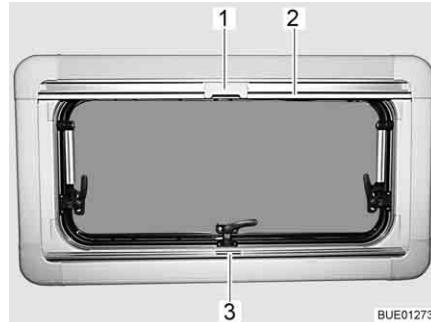

Fig. 110 Fenêtre projetante
- Saisir le dispositif occultant plissé par le centre de la barre-poignée (Fig. 110,3), le tirer du bas vers le haut et le relâcher à la hauteur voulue. Le dispositif occultant plissé reste alors à cette hauteur.
- Tirer la moustiquaire par la barre-poignée (Fig. 110,2) vers le bas jusqu'à ce qu'elle entre en contact avec celle du dispositif occultant plissé (Fig. 110,3).
- Verrouiller le cran (Fig. 110,1) de la moustiquaire avec la barre-poignée du dispositif occultant plissé.
- Presser le cran (Fig. 110,1) en haut de la moustiquaire vers l'arrière.
- Ramener lentement la moustiquaire en arrière au moyen de la barre-poignée (Fig. 110,2).